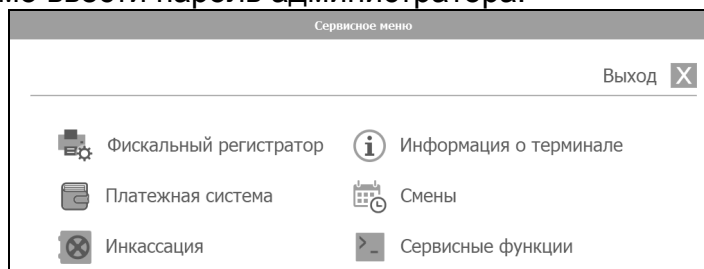

Рисунок 19
8.9 Для сервисного обслуживания терминала в устройстве предусмотрено "Сервисное меню" (рисунок 19). Войти в него можно: